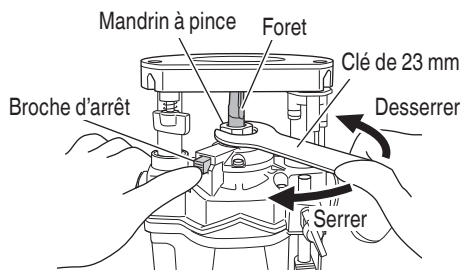

Fig. 11
(2) Nettoyer et insérer la queue de la mèche dans le mandrin de serrage jusqu'à ce que la queue touche le fond, puis la ramener en arrière d'environ 1/16" de pouce (2 mm).
(3) Avec le foret inséré et en appuyant sur la broche d'arrêt qui maintient l'arbre, utiliser la clé de 23 mm pour serrer fermement le mandrin à pince dans le sens horaire (vue depuis le dessous de la détoureuse). (Fig. 11)